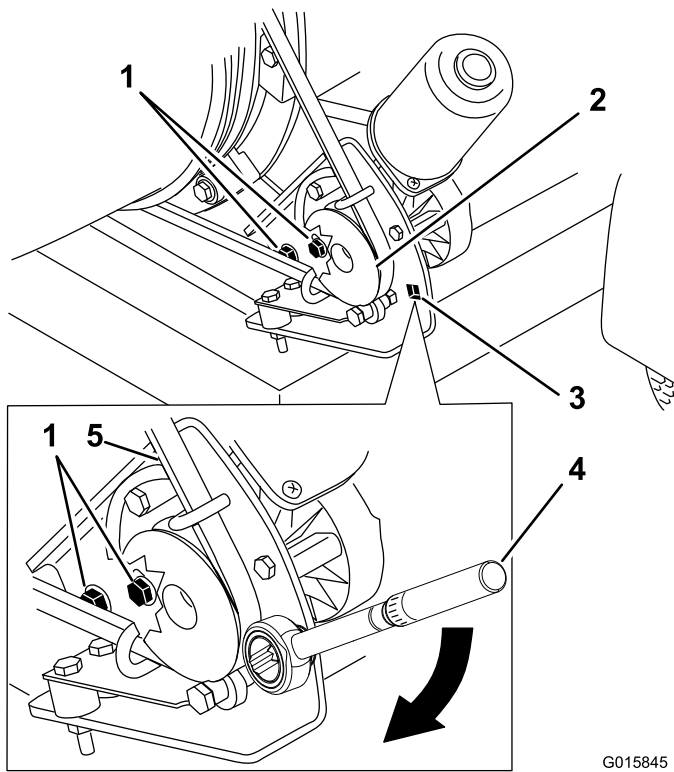

Bild 31
1. Lockern Sie die Schrauben, mit denen die Befestigungshalterung der Riemenscheibe am Bläserahmen befestigt ist (Bild 31).
- Platzieren Sie einen Drehmomentschlüssel in der Riemenscheibenbefestigungshalterung (Bild 31).
- Schwenken Sie die Riemenscheibenbefestigungshalterung von der Düse weg, bis der Drehmomentschlüssel 22,6 bis 26,0 Nm anzeigt (Bild 31).